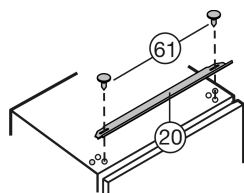

Fig. 15
- Visser Fig. 15 (61) le panneau d'ajustement Fig. 15 (20) sur le dessus de l'appareil en opérant par les trous oblongs.
- Glisser le panneau d'ajustement Fig. 15 (20) jusqu'à la butée en direction du côté poignée.